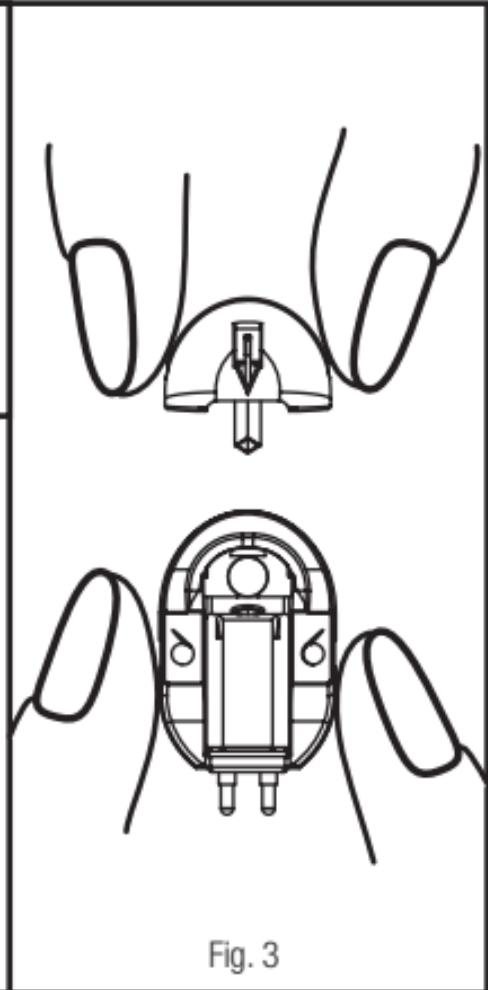

Fig. 3
- 5 **Sostituzione dello stilo.** Afferrare l'alloggiamento dello stilo ed estrarlo con cura (vedere la Fig. 3). Per sostituire lo stilo, dopo aver afferrato con attenzione il suo alloggiamento, inserire la protuberanza quadrata nell'apertura del corpo della cartuccia e spingere leggermente lo stilo fino a che si trova collocato nell'alloggiamento stesso, a filo con il corpo. Non esercitare mai pressione nel sostituire il kit stilo. Gli stili Goldring sono prodotti per garantire determinati parametri di prestazioni. Se sostituite lo stilo, utilizzate esclusivamente un kit stilo di ricambio originale Goldring. Lo stilo di ricambio Goldring per il 2100 è il GL2100/STY, 2200 è il GL2200/STY, 2300 è il GL2300/STY, 2400 è il GL2400/STY, 2500 è il GL2500/STY.